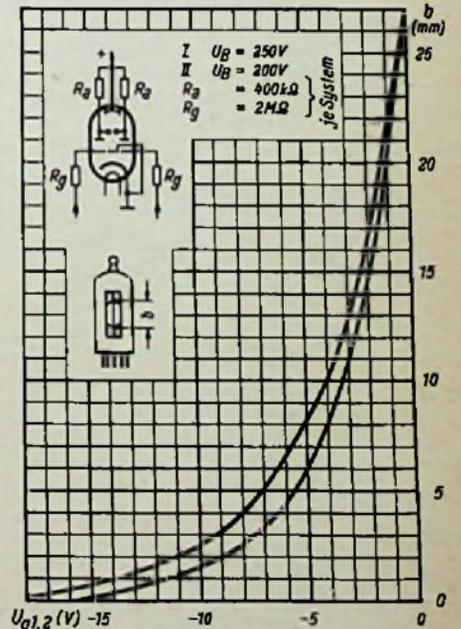

Bild 7. Schattenlänge als Funktion der Gittervorspannung für die einfache Schaltung der Röhre EMM 801
1. Die einfache Schaltung, wie sie für die bisher bekannten Abstimmanzeigeröhren üblich ist. Bild 7 zeigt die Kennlinien hierfür. Die geringfügigen Unterschiede in den Schattenlängen der beiden Systeme lassen sich mit einer Symmetrischaltung beseitigen.